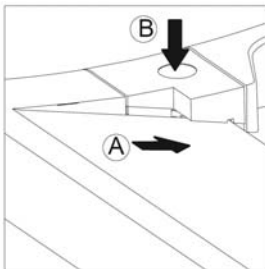

Afb. 8
- 1 Verwijder de eindkap uit de grondplaat (afb. 8, A).
- 2 Neem de geleidingsrail uit de grondplaat (afb. 8, B).
- 3 Vervang de oude snijkop door een nieuwe (afb. 8, C).